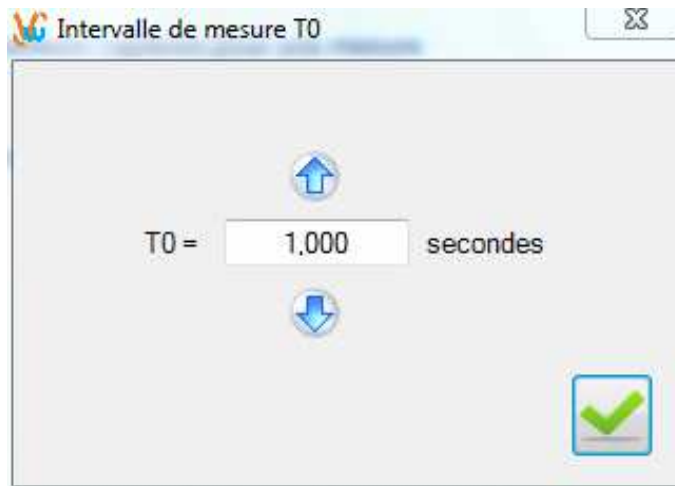

Figure 7: Sélection de l'intervalle T_0
- Cliquez sur le bouton . Le menu de sélection apparaît (Figure 7).